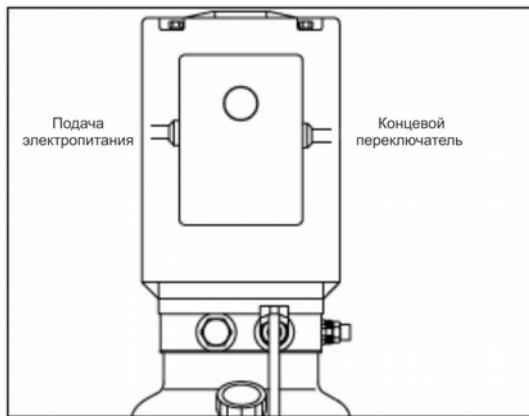

Рис. 35
**4.4.3.2** Подключите кабель электропитания и концевой выключатель к клеммной коробке на распределительной коробке электродвигателя (Рис. 35) в соответствии с электрической схемой на стр. 5.
**4.4.3.4** Закройте крышку электрической панели, нажмите кнопку запуска (Рис. 35), вращение электродвигателя должно происходить согласно направлению, указанному стрелкой на корпусе электродвигателя.